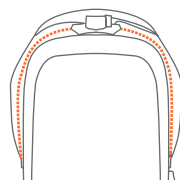

Fig. 6a
- 6) • Asegúrese de que la tela de la sillita esté sujeta al soporte para la sillita. Si la tela de la sillita trae el zíper abierto, envuelva la tela de la sillita por el soporte de la sillita (Fig. 6a) y cierre el zíper de la tela.